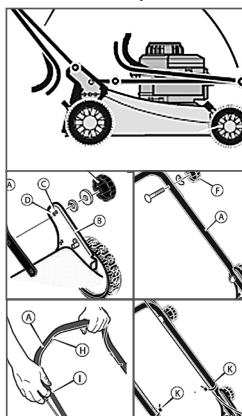

Рис. 3 Сборка газонокосилки
3. Установите нижнюю часть А рукоятки в рабочее положение (Рис. 3).
4. В скобе рукоятки (В) имеется два крепежных отверстия (Рис. 3). Используйте отверстие (С) для крепления рукоятки в верхнем положении. Используйте отверстие (D) для крепления рукоятки в нижнем положении.
5. Закрепите отверстие в любом из отверстий (С) или (D), в соответствии с рисунком. Закрутите зажимы (Е) до фиксации нижней части рукоятки.
6. Снимите зажимы (F) и крепежные элементы с нижней рукоятки (А). Установите верхнюю рукоятку (G) в рабочее положение. Затягивайте зажимы (F) до фиксации верхней и нижней рукояток в соответствующих положениях.
7. Для установки троса ручного стартера, сначала необходимо задействовать рычаг остановки двигателя (Н). Медленно потяните рукоятку ручного стартера (I) и заправьте трос ручного стартера в направляющую (J).
8. Закрепите тросы на рукоятке, при помощи держателей (K). Рис. 3 Сборка газонокосилки.